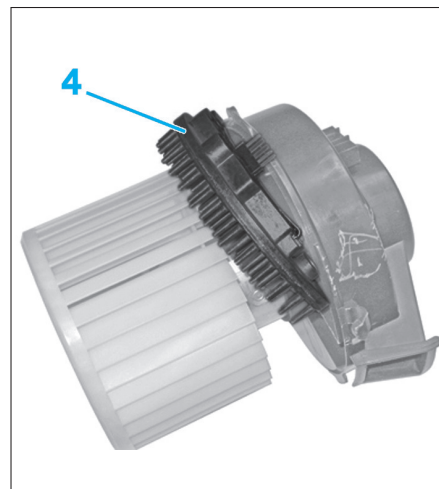

Fig. 31
- le module de commande du motoventilateur (4) (Fig.31).